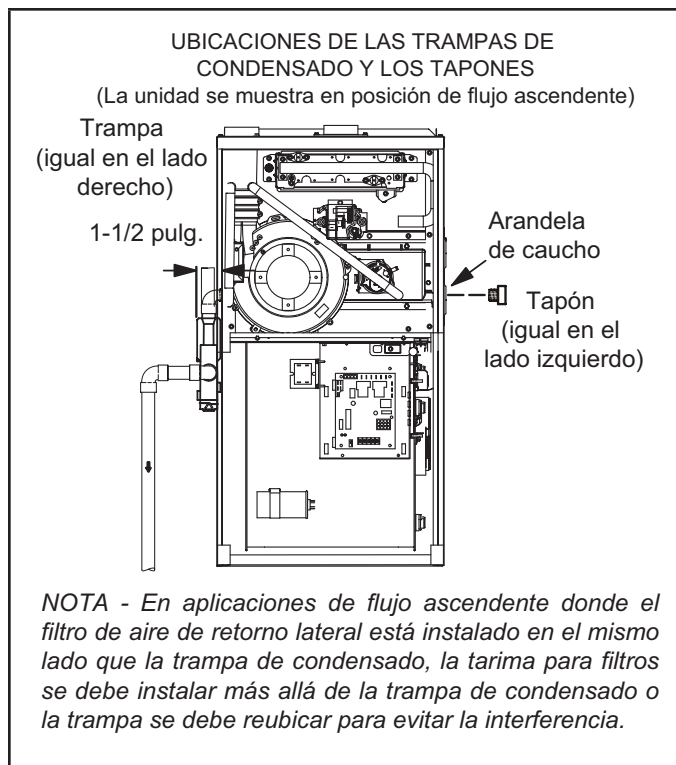
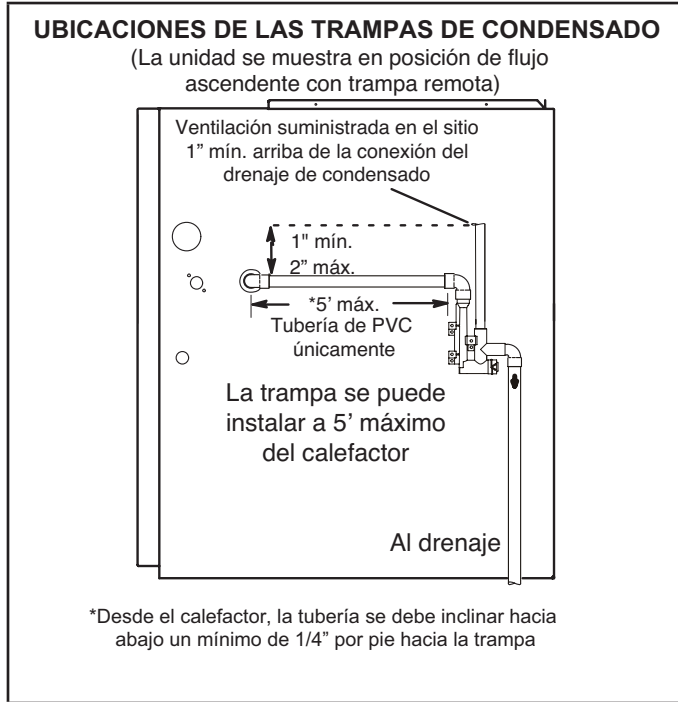
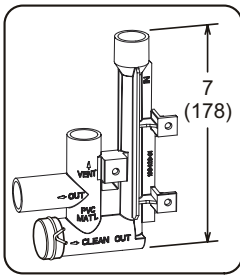

Figura 45
Figura 47
Figura 53
Esta unidad está diseñada para salida de la tubería de condensado a la derecha o a la izquierda en aplicaciones de flujo ascendente. En aplicaciones horizontales, la trampa de condensado se debe extender debajo de la unidad. Se requiere un espaciamiento de servicio de 8" para la trampa de condensado. Consultar la Figura 45 y la Figura 47 para las ubicaciones de las trampas de condensado. La Figura 53 muestra el ensamble de trampa usando PVC de 1/2" o PVC de 3/4".
- 2 - Use un destornillador grande de punta plana o una extensión de la boquilla de accionamiento de 1/2" y retire el tapón (Figura 45) de la caja del cabezal del extremo frío en la ubicación apropiada en el costado de la unidad. Instale el accesorio del codo macho hembra de 3/4 NPT en la caja del cabezal del extremo frío. Use cinta de Teflón o un recubrimiento para tuberías apropiado.
- 3 - Instale la tapa sobre la abertura de limpieza en la base de la trampa. Sujétela con una abrazadera. Ver Figura 53.
- 4 - Instale la trampa de drenaje con los accesorios de PVC apropiados y aplique pegamento a todas las uniones. Aplique pegamento a la trampa de drenaje proporcionada como se muestra en la Figura 53. Dirija la línea de condensado a un drenaje abierto. La línea de condensado debe mantener una inclinación hacia abajo de 1/4" desde el calefactor al drenaje.